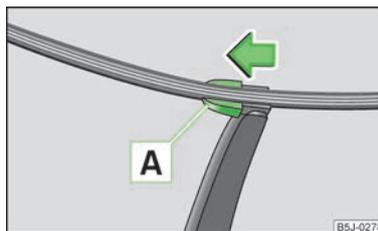

Fig. 32
- Abatir el brazo de la escobilla separándolo del parabrisas y colocar la escobilla en posición perpendicular al brazo » fig. 32.
- Colocar la escobilla en el brazo de la escobilla y enclavar el seguro **A** » fig. 32.